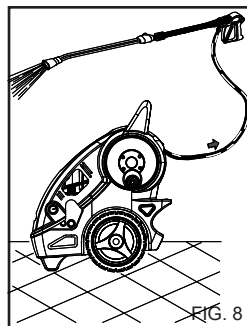

FIG. 8
Efter användning av rengöringsmedlet måste kemikalietankens spolningsledning spolras ur med rent vatten (fig. 8).
1) Efter användning med rengöringsmedel ska högtrycksvattensystemet sköljas ordentligt. Låt pumpen vara igång i 1 minut. Doseringskranen ska vara stängd. (fig. 8).
Doseringskranen ska vara stängd.(fig. 8).